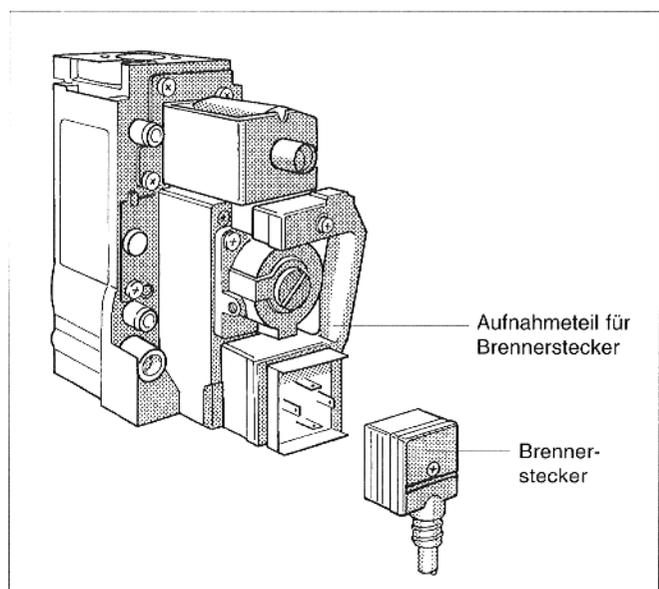

Abb. 11: Brennerstecker
- Aufnahmeteil für Brennerstecker auf Armatur aufstecken, Brennerstecker der mitgelieferten Anschlußleitung einstecken und mit Schraube M3x60 befestigen (Abb. 11).